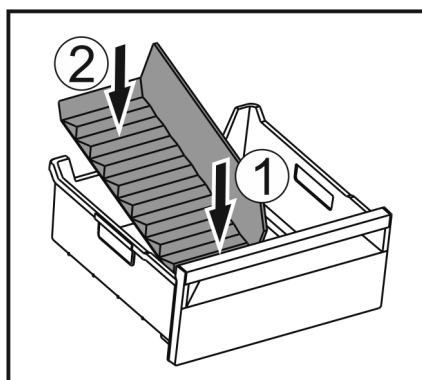

Fig. 50
- Vložte přední část přepážky přihrádky na led. Fig. 50 (1)
- Zadní část přepážky přihrádky na led spusťte až na dno zásuvky. Fig. 50 (2)